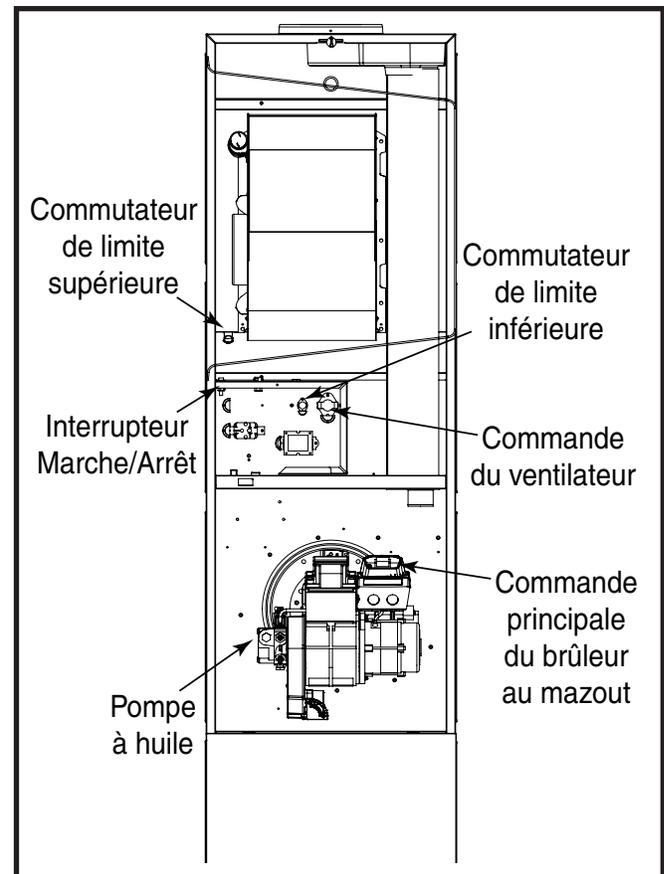

Figure 32. Commandes de fournaise – Fournaise au mazout
- Assurez-vous que le commutateur de la porte de la fournaise est en position **ON** (marche). Consultez la Figure 32 \(page 26\).
Interrupteur Marche/Arrêt : Cet interrupteur démarre et arrête l'alimentation électrique de la fournaise. L'interrupteur doit être en position ON (marche) pour que la fournaise fonctionne. Si le fonctionnement du souffleur n'est pas désiré, l'interrupteur Marche/Arrêt de la fournaise peut être mis en position Off (arrêt) pour couper l'alimentation électrique de la fournaise. Voyez la Figure 32.
Limiteur (interrupteur de sûreté) : La fournaise est protégée par deux interrupteurs de surchauffe. L'interrupteur de sûreté auxiliaire (supérieur) et l'interrupteur de surchauffe (inférieur) se réinitialisent automatiquement. Lorsque l'un ou l'autre des interrupteurs de sûreté se déclenche, le brûleur s'éteint. Lorsque l'un ou l'autre des interrupteurs de sûreté se déclenche de nouveau peu après la réinitialisation, réglez l'interrupteur Marche/Arrêt de la fournaise sur la position Off (arrêt) et contactez un technicien autorisé. Voyez la Figure 32.
cycle de chauffage. La commande utilise un transducteur photosensible qui détermine si le carburant s'est enflammé. Lorsque l'allumage ne se fait pas avant la fin de la période d'allumage sécuritaire, la commande coupe le brûleur et passe en mode « verrouillage ». Voyez la Figure 32